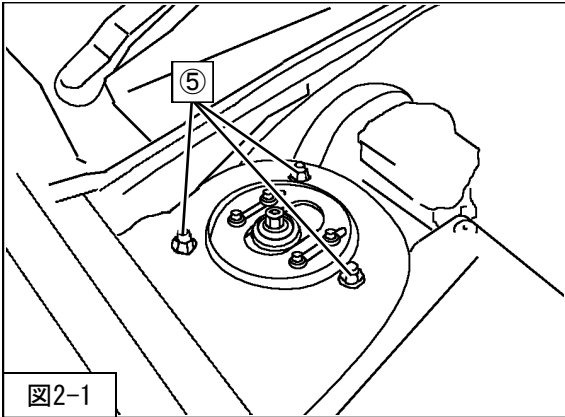

図2-1
⑤フロントサスペンションASSYアッパー取付ナットを車両に取付けてください。(図2-1) (締付トルク: 20N・m)